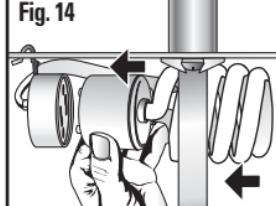
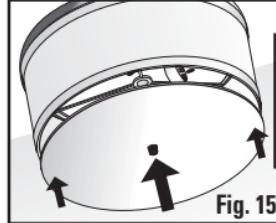

Fig. 14
Fig. 15
Insert the proper GU24 base 23W compact fluorescent bulb into its' socket (Fig. 14). Depending on the store where you purchased your fixture, it may or may not include the bulb with it. If you need to purchase a bulb, you will need to purchase a **23 Watt CF23W/self-ballasted GU24 base compact fluorescent bulb**. Hold the bulb by its base, insert the pins into the 2 curved slots in the bulb socket and twist clockwise until the bulb "seats". The bulb can only go into the socket one way. Do **NOT** force the bulbs. **CAUTION: DO NOT HOLD THE BULBS BY THE GLASS DURING INSERTION OR REMOVAL TO PREVENT ACCIDENTAL BREAKAGE! HOLD THE BULB BY THE PLASTIC BASE.**
- 10**  Insérez l'ampoule fluorescente compacte de 23 w à base GU24 dans la douille (Fig. 14). Selon le magasin dans lequel vous avez acheté votre luminaire, l'ampoule sera incluse ou non. Si vous avez besoin d'acheter une ampoule, vous devrez acheter une **ampoule fluorescente compacte CF23W de 23 w à base GU24 et à lumière mixte**. Tout en tenant l'ampoule par son culot, insérez les chevilles dans les 2 fentes recourbées de la douille de l'ampoule et tournez dans le sens des aiguilles d'une montre jusqu'à ce que l'ampoule repose bien à sa place. L'ampoule ne peut entrer dans la douille que d'une seule manière. NE serrez PAS trop fort. **MISE EN GARDE : NE TENEZ PAS L'AMPOULE PAR SA PARTIE EN VERRE PENDANT SON INSERTION OU SON RETRAIT AFIN D'ÉVITER DE LA CASSER PAR ACCIDENT ! TENEZ L'AMPOULE PAR SON CULOT EN PLASTIQUE.**
Retirez le papier protecteur du diffuseur. Placez le diffuseur au-dessus du tube fileté central (Fig. 14). Placez le diffuseur au-dessus du tube central fileté et, tout en tenant d'une main le diffuseur en place, placez l'embout du diffuseur sur la tige filetée, et assujettissez à la fois le diffuseur et l'embout du diffuseur au moyen du capuchon décoratif fileté (Fig. 15).